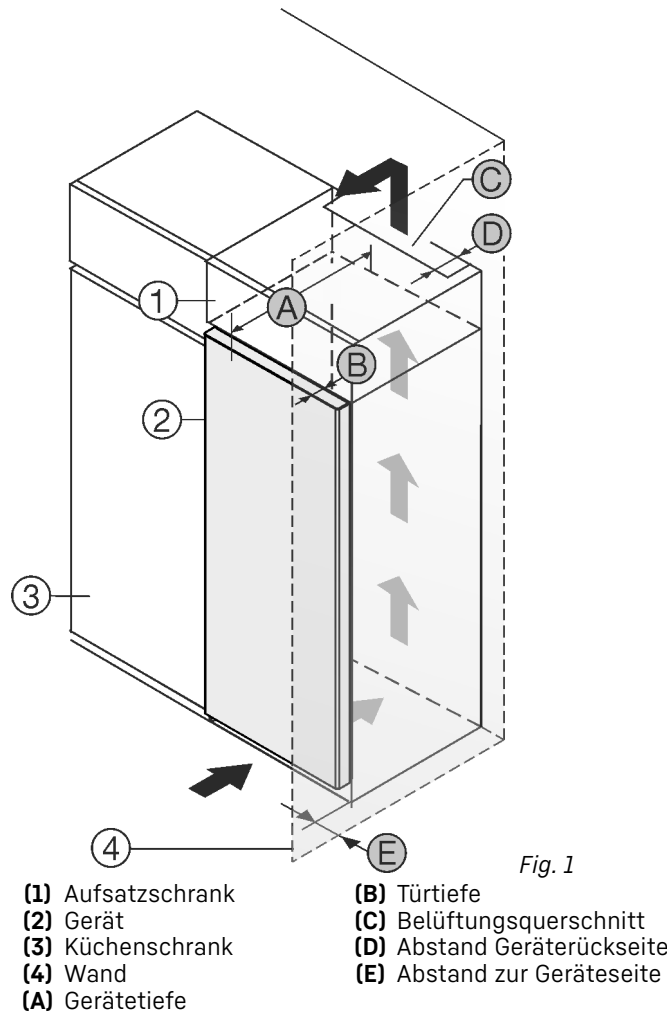

Fig. 1
Gerät direkt neben dem Küchenschrank Fig. 1 (3) aufstellen.
An der Rückseite des Aufbauschranks muss ein Abluftschacht mit der Tiefe Fig. 1 (D) über die gesamte Aufbauschranksbreite vorhanden sein.
Unter der Raumdecke muss der Entlüftungsquerschnitt Fig. 1 (C) eingehalten werden.
Wenn das Gerät mit den Scharnieren neben einer Wand Fig. 1 (4) aufgestellt wird, muss der Abstand zwischen Gerät und Wand mindestens 13 mm betragen.
Wenn das Gerät mit den Scharnieren neben einer Wand Fig. 1 (4) aufgestellt wird, muss der Abstand zwischen Gerät und Wand mindestens 20 mm betragen.
Um die Türe vollständig öffnen zu können, muss Gerät um die Türtiefe Fig. 1 (B) gegenüber der Küchenschrankfront vorstehen. Abhängig von der Tiefe der Küchenschränke Fig. 1 (3) und Verwendung von Wandabstandshaltern kann das Gerät weiter herausragen.